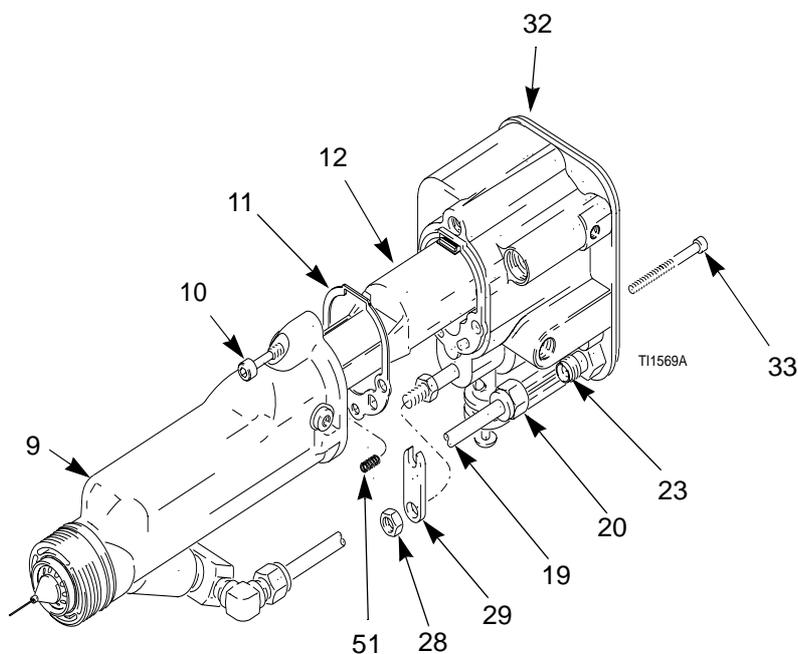

Fig. 30. Instalación del cañón
1. Asegúrese de que la junta (11) y el muelle de conexión a tierra (51) están bien colocados. Asegúrese de que los orificios de aire están correctamente alineados. Reemplace si estuvieran dañados. Vea Fig. 30.
2. Coloque el cañón (9) sobre la fuente de alimentación (12) y en el cuerpo de la pistola (32).
4. Monte el tubo de fluido (19) en su accesorio de alojamiento (23). Compruebe que los anillos de metal (21, 22) están colocados. Apriete la tuerca (20).
5. Instale y ajuste el brazo del actuador (29) y la contratuca (28). Vea la página 39.
7. Instale el anillo de refuerzo de la pistola (2) y el cabezal de aire, página 34.